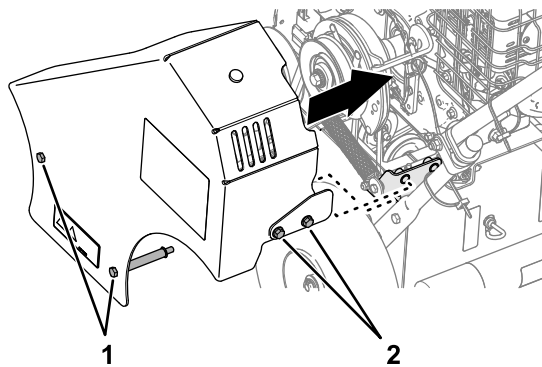

Рисунок 25
1. Совместите защитное ограждение ремня, колпачковые винты и болты с фланцем с отверстиями в боковой пластине рамы и кронштейне пружины (Рисунок 25).
2. Прикрепите защитное ограждение ремня к машине с помощью 2 колпачковых винтов и 2 болтов с фланцем (Рисунок 25).